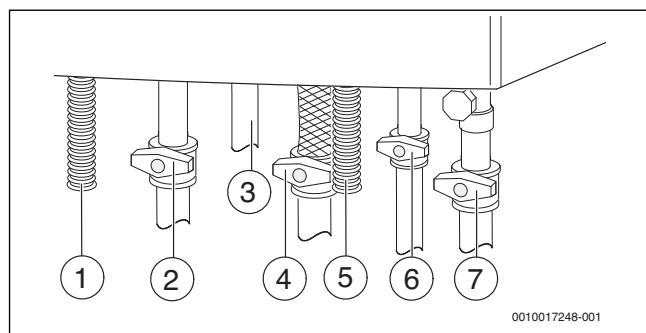

Fig. 26 Racorduri pe partea de gaz și apă (accesorii)
- ▶ Deschideți robinetul pentru apă rece (→ fig. 26) și, apoi, un robinet pentru apă caldă, până când curge apă.
- ▶ Deschideți robinetul pe turul încălzirii și cel pe returul încălzirii (→ fig 26).